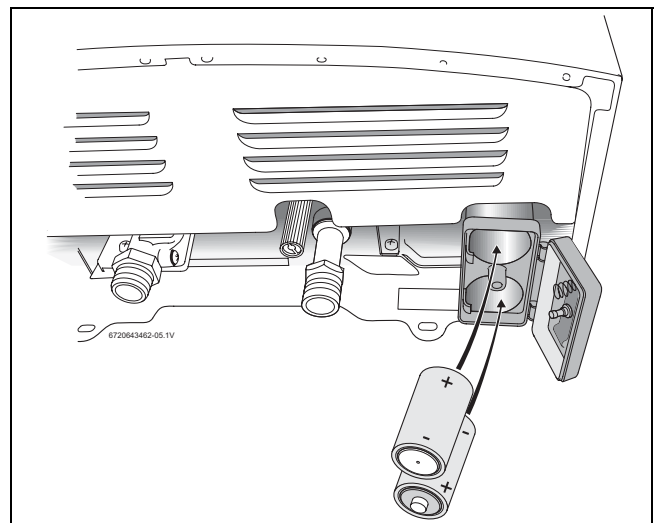

Fig. 16 Colocação das pilhas
- ▶ Introduzir corretamente as pilhas LR20 de 1.5 V (→ Fig. 16).